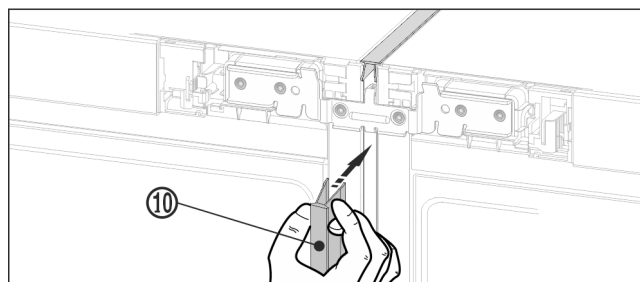

Fig. 21
- ▶ Auf der Vorderseite die lange Abdeckleiste Fig. 21 (10) in den vertikalen Spalt drücken. Darauf achten, dass die Leiste auf dem Verbindungsblech aufsteht.